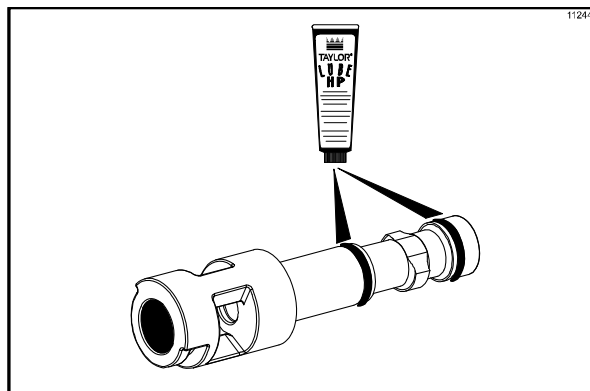

Рисунок 115
5. Соберите узел спиннера раздаточного клапана. Обследуйте кольцевые уплотнители раздаточного клапана на наличие разрывов или трещин. (Если есть разрывы или трещины - замените их) Если кольцевые уплотнители раздаточного клапана в исправности, наденьте 2 кольцевых уплотнителя в проточенные канавки на раздаточном клапане и нанесите на них смазку. (См. рис. 115.)